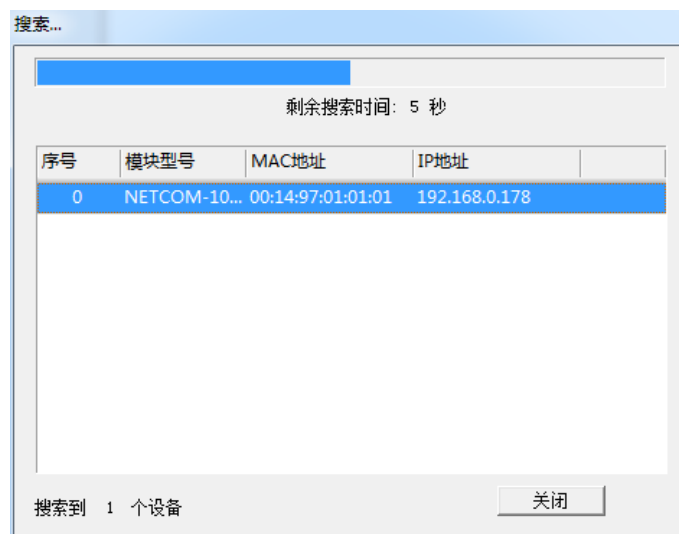

图 7.2 ZNetCom 软件搜索设备
2. 点击工具栏中的  搜索设备按钮，ZNetCom 配置软件开始搜索连接到 PC 机上的 ZNE 模块，如图 7.2 所示。